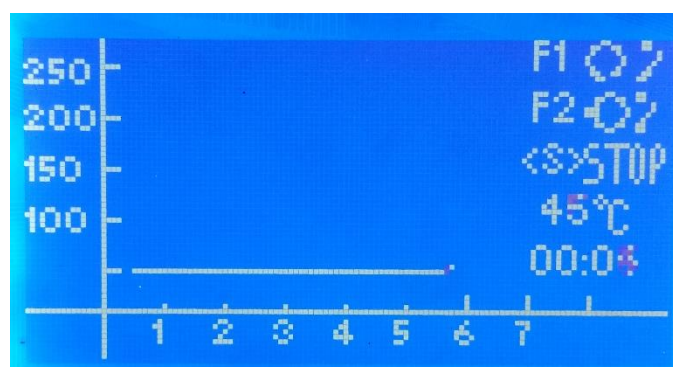

Figura 10. Forma manual para manejar la temperatura vs tiempo.
- ✓ El botón “F2” en el menú de inicio, se utiliza para manejar la temperatura en forma manual. Ver Figura 10. Se pulsa “F1” para comenzar la refrigeración y disminuir la temperatura, “F1 y S” al tiempo para detenerla. Se pulsa “F2” para iniciar a calentarse y “F2 y S” al tiempo para detenerse.